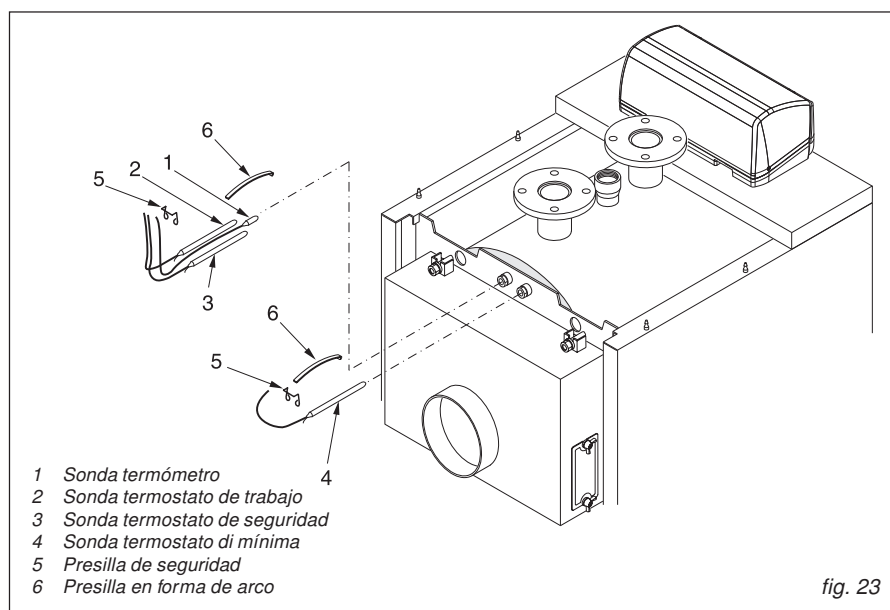

fig. 23
- F) Introducir en las vainas los bulbos de los instrumentos como aparece indicado en la fig. 23 y efectuar la conexión eléctrica de la placa de mandos a la línea de alimentación, al quemador y a las bombas, etc. Cerrar la tapa del cuadro eléctrico. Pasar el enchufe del quemador a través de la chapa lateral (pos. 11) por el lado por el que se quiere que salga y bloquear el cable con el prensaestopos que viene incluido.
- G) Montar las chapas superiores longitudinales (pos. 12 y 13) enganchándolas a los lados.
- H) Fijar la placa de datos de la caldera (pos. 14) a la chapa lateral después de haber desengrasado con un disolvente adecuado la zona interesada.
- D) Montar el aislamiento posterior (pos. 7), fijar a presión el panel posterior inferior (pos. 9) y enganchar el panel posterior superior (pos. 10) a los tornillos pos. 8. Montar los prensaestopas (pos. 11) al panel posterior superior.
- E) Levantar hacia delante la tapa del cuadro eléctrico después de haber desenroscado los dos tornillos laterales con un destornillador y dirigir hacia los agujeros de la base los cables eléctricos en la entrada y los capilares de las sondas en la salida. Fijar el cuadro eléctrico a la plancha superior anterior (pos. 12). Apoyar la plancha superior completa pos. 12, del cuadro de mandos a ambos lados de la carcasa.
- F) Introducir en las vainas los bulbos de las sondas como se indica en fig. 23 y efectuar la conexión eléctrica del cuadro de